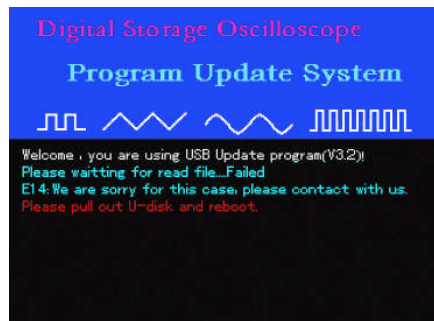

图5-9
4、升级时，如果用户拷到U盘根目录下的升级文件损坏，将出现图5-9所示，提示“很抱歉，读取程序升级文件失败，请与我们联系，重新获取升级文件。请您拔出U盘，重启示波器”。